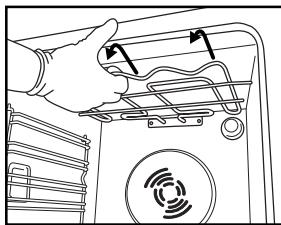
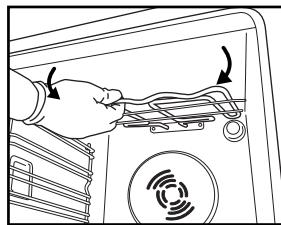

Fig.4
Fig.5
2. Træk let ud i varmelegemet (fig. 4), og sænk det (fig. 5).